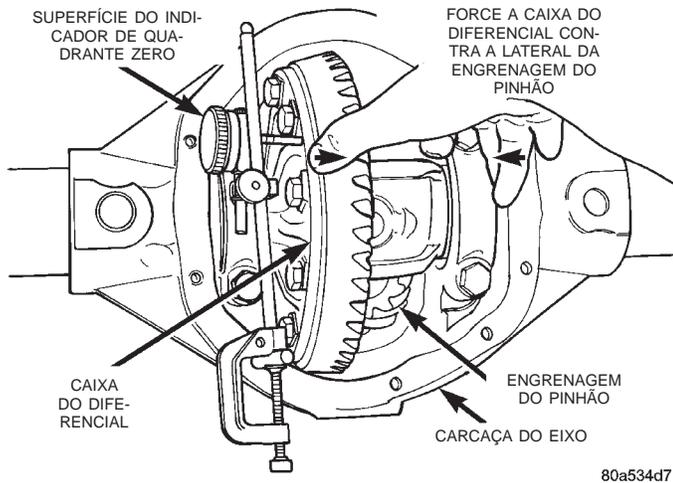
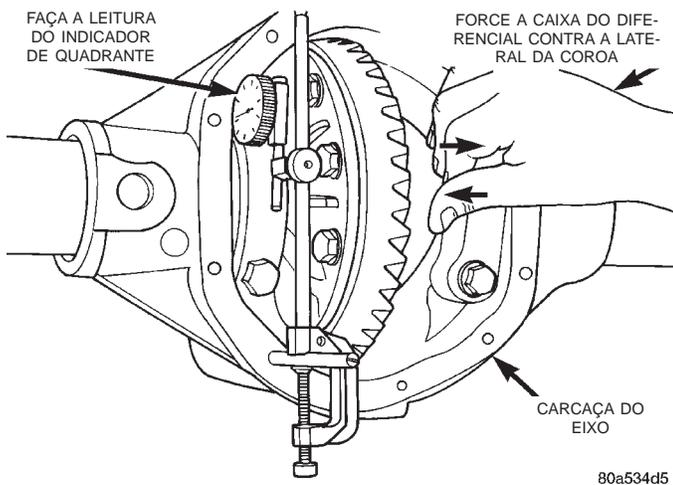

Fig. 50 Segure a Caixa do Diferencial e o Indicador de Quadrante Zero - Típico
Fig. 51 Segure a Caixa do Diferencial e o Faça a Leitura do Indicador de Quadrante - Típico
- (8) Rosqueie o Parafuso Guia L-4438 no orifício do parafuso da tampa traseira abaixo da coroa.
- (9) Conecte um indicador de quadrante C-3339 para conduzir o parafuso. Posicione o êmbolo do indicador de quadrante em uma superfície lisa entre as cabeças do parafuso da coroa.
- (10) Empurre firmemente e mantenha a caixa do diferencial pressionada contra a lateral da engrenagem do pinhão da carcaça do eixo (Fig. 50).
- (11) Zere a superfície do indicador de quadrante contra o ponteiro.
- (12) Empurre firmemente e mantenha a caixa do diferencial pressionada contra a lateral da coroa da carcaça do eixo (Fig. 51).
- (13) Registre a leitura do indicador de quadrante (Fig. 51).
- (14) Adicione 0,010 pol. (0,25 mm) ao total do jogo axial zero. Esse novo total representa a espessura de